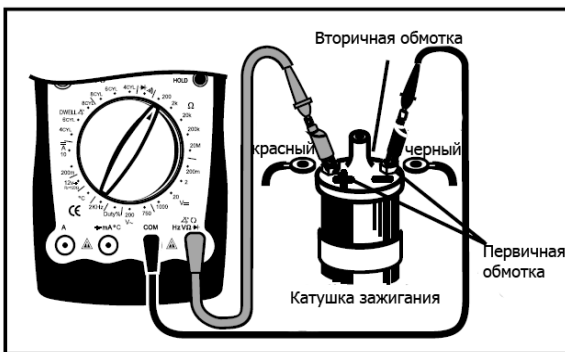

Рис. 15
- (1) Перед выполнением тестирования охладите двигатель и выньте катушку зажигания.
- (2) Установите поворотный переключатель в положение **200Ω**. Подключите красный тестовый щуп в гнездо **Ω**, а черный тестовый щуп в гнездо **COM**. Протестируйте первичную обмотку катушки зажигания.
- (3) Замкните накоротко красный и черный тестовый щуп. На экране отобразится сопротивление не более 0.5Ω. Если значение на экране больше – проверьте целостность тестовых щупов и в случае повреждения замените новыми.
- (4) Подключите красный тестовый щуп к «+» клемме первичной обмотки катушки зажигания, а черный тестовый щуп к «-» клемме первичной обмотки катушки зажигания (см. рис. 15). Обратитесь к автомобильному руководству за детальным описанием местонахождения клемм первичной обмотки катушки зажигания.
- (5) Установите поворотный переключатель в положение **200кΩ**. Протестируйте вторичную обмотку катушки зажигания.
- (6) Подключите красный тестовый щуп к выходному контакту, а черный тестовый щуп к «-» клемме первичной обмотки катушки зажигания (см. рис. 15). Обратитесь к автомобильному руководству за детальным описанием местонахождения клемм вторичной обмотки катушки зажигания.
- (7) Сопротивление вторичной обмотки обычно находится в диапазоне от 6кΩ до 30кΩ. Обратитесь к автомобильному руководству за более подробной информацией.